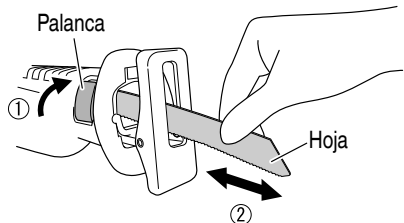

Fig. 11
- (3) Cuando suelte la palanca, la fuerza del resorte har que el manguito del sujetador vuelva automticamente a la posici3n correcta. No hay necesidad de asegurar el manguito del sujetador en este momento.
- (4) Con la mano, tire de la hoja de sierra hacia atrs dos o tres veces y verifique que la hoja estэ firmemente instalada. (Fig. 11)